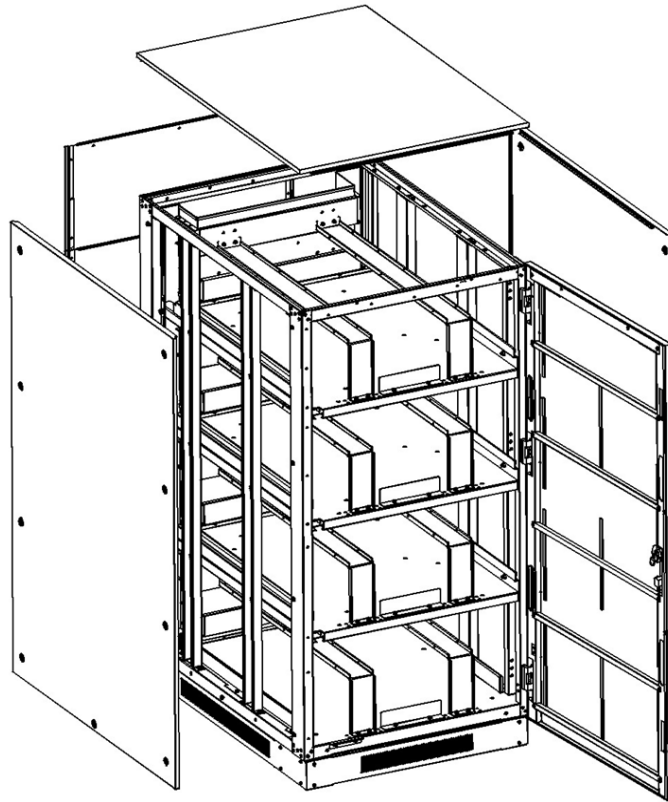

Figure 5-29
2. Retirer les plaques du haut, de droite et de gauche (Figure 5-29).